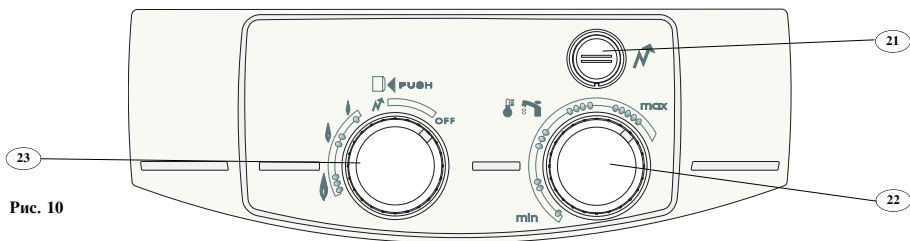

Рис. 10
- Выньте рукоятки регулировки (23) подачи газа и температурного реле (22) (рис.10), потянув их на себя
Переведите кнопку-регулятор подачи газа (23) в положение "↗" (рис. 10).
После того, как включится запальная газовая горелка, продолжайте удерживать кнопку-регулятор подачи газа (23) в положении "↗" еще несколько секунд, чтобы запустить систему безопасности на основе терморпары, а затем переведите регулятор (23) в положение между отметками "0" и "0" (рис. 10).